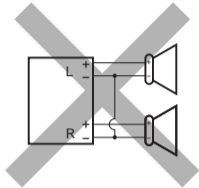
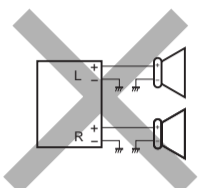
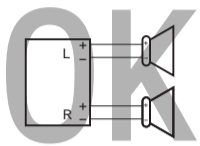

Fig. 1
Fig. 2
Fig. 3
- If the speaker wiring in your car is as illustrated in Fig. 1 and Fig. 2 below, DO NOT connect the unit using that original speaker wiring. If you do, the unit will be seriously damaged. Redo the speaker wiring so that you can connect the unit to the speakers as illustrated in Fig. 3.
- If the speaker wiring in your car is as illustrated in Fig. 3, you can connect the unit using the original speaker wiring in your car.
- Si el conexionado de altavoz de su automóvil es como se indica en las Figs. 1 y 2 de abajo, NO conecte la unidad utilizando ese conexionado de altavoz original. Si lo hace, se producirán daños graves en la unidad. Vuelva a efectuar el conexionado de altavoz de manera que pueda conectar la unidad a los altavoces de la manera indicada en la Fig.3.
- Si el conexionado de altavoz de su automóvil es como se indica en la Fig.3, podrá conectar la unidad utilizando el conexionado de altavoz original de su automóvil.
- Si le câblage des enceintes de votre voiture est réalisé comme montré sur la Fig. 1 ou Fig. 2 ci-dessous, NE CONNECTEZ PAS l'appareil en utilisant ce câblage original d'enceintes. Si vous le faites, l'appareil sera sérieusement endommagé. Recommencez le câblage des enceintes de façon que vous puissiez connecter l'appareil aux enceintes comme montré sur la Fig. 3.
- Si le câblage des enceintes de votre voiture est comme montré sur la Fig. 3, vous pouvez connecter l'appareil en utilisant ce câblage original d'enceintes pour votre voiture.